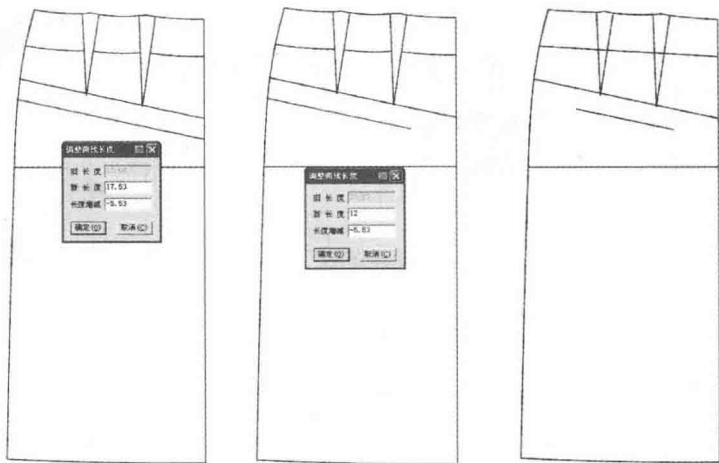

图5-23 画贴袋步骤1
(2) 如图 5-23 所示, 选择 【智能笔】工具按住【Shift】键点击平行线, 出现【调整曲线长度】对话框输入 -5.53cm (计算方法: $\frac{\text{平行线长 } 23.06\text{cm} - \text{袋口宽 } 12\text{cm}}{2}$)。